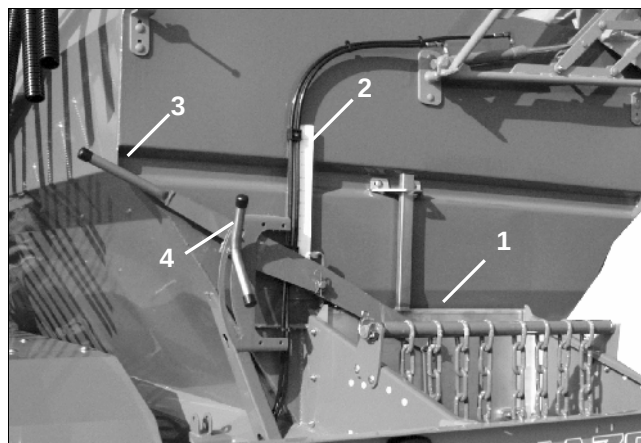

Рис. 28
- главной шиберной заслонки (Рис. 28/1):
Главная шиберная заслонка регулируется при помощи рычага (Рис. 28/3).
Рычаг (Рис. 28/3) фиксируется при помощи зажимного винта (Рис. 28/4), который необходимо ослаблять перед каждой регулировкой, а затем снова затягивать. Положение заслонки (Рис. 28/1) отображается на шкале (Рис. 28/2).